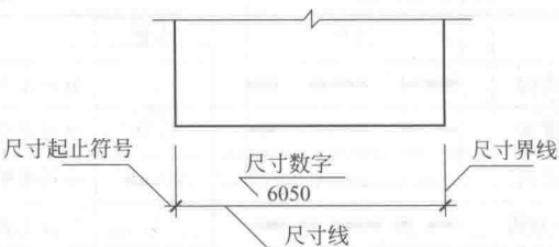

图 1-6 尺寸的组成
① 尺寸标准的组成 尺寸标注由尺寸界线、尺寸线、尺寸起止符号和尺寸数字组成，如图1-6所示。
② 图纸上的尺寸单位 图纸上的尺寸单位，除标高和总平以米(m)为单位之外，其他的都必须是以毫米(mm)为单位，且图纸上的标注尺寸均为实际尺寸。
③ 半径、直径的尺寸标注 半径的尺寸线应一端从圆心开始，另一端画箭头指向圆弧。半径数字前应加注半径符号“R”，如图